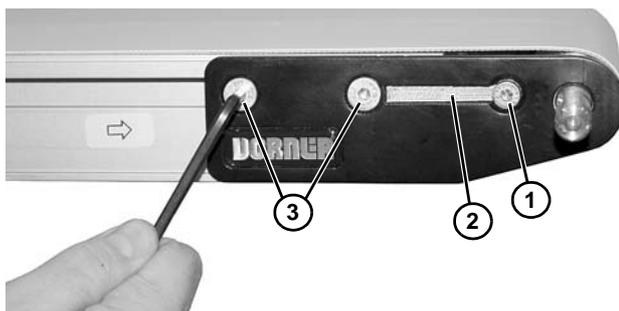

Figura 60
2. En un lado del transportador, quite el tornillo (**Figura 60, artículo 1**) y extraiga la cubierta antipolvo (**Figura 60, artículo 2**), si está instalada.
3. Quite los dos tornillos de sujeción (**Figura 60, artículo 3**).